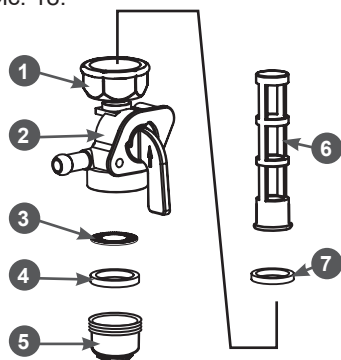

Рис. 18. Устройство топливного крана
Каждые 300 часов работы или один раз в год в зависимости от того, что наступит раньше, необходимо производить очистку топливного бака от грязи и конденсата. Перед этим рекомендуется полностью выработать топливо. Одновременно с очисткой топливного бака необходимо проверять и очищать фильтры, установленные в топливном кране (Рис. 18). Поврежденные или сильно загрязненные фильтры необходимо заменить.
Устройство топливного крана показано на Рис. 18.
4. Открутите стакан отстойника 5 и слейте из него бензин в подготовленную для этого емкость (Рис. 18).
5. Извлеките из корпуса 2 крана уплотнительное кольцо 4 и сетчатый фильтр 3 (Рис. 18).
6. Открутите гайку 1 и снимите топливный кран с бака. Извлеките из топливного бака сетчатый фильтр 6 вместе с уплотнительным кольцом 7 (Рис. 18).